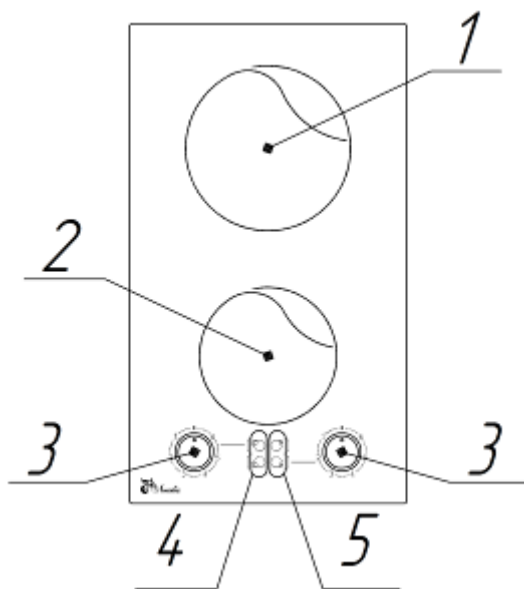

Рис. 3. Устройство варочной панели ПЭВ 20 С.
Расположение и назначение элементов варочной панели показано на Рис. 3. Символы на панели показаны условно. Ручки управления имеют круговое вращение.
На стеклокерамической поверхности (см. Рис. 3) расположены две зоны нагрева различного диаметра (1 – зона нагрева Ø180 мм и 2 – зона нагрева Ø140 мм), температура нагрева которых регулируется ручками переключателей (3). Так же имеется индикация включения зоны нагрева(4) и индикация остаточного тепла (5). Когда конфорка горячая, индикация включена.